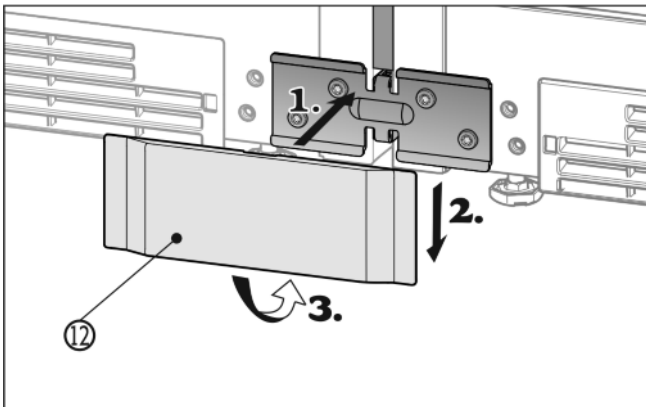

Fig. 16
- ▶ 将下方的盖板 Fig. 16 (12) 从前面放置到角上 (1)，向下推入 (2) 并向下卡紧 (3)。